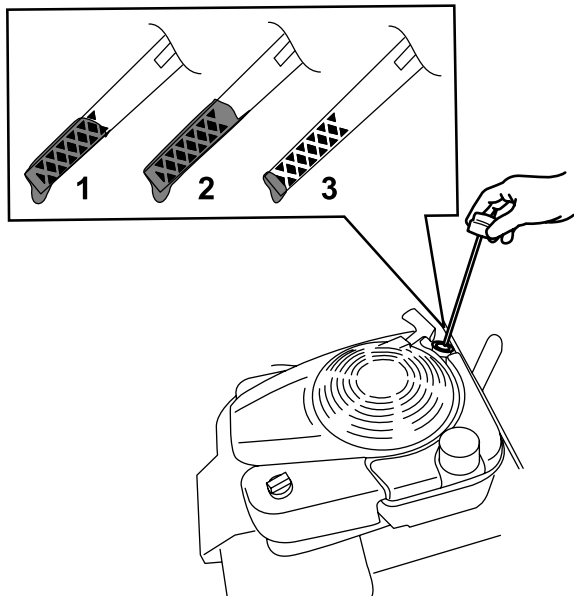

Figure 32
3. Tournez le bouchon dans le sens antihoraire et sortez la jauge (Figure 32).
10. Vérifiez le niveau d'huile indiqué par la jauge (Figure 32).